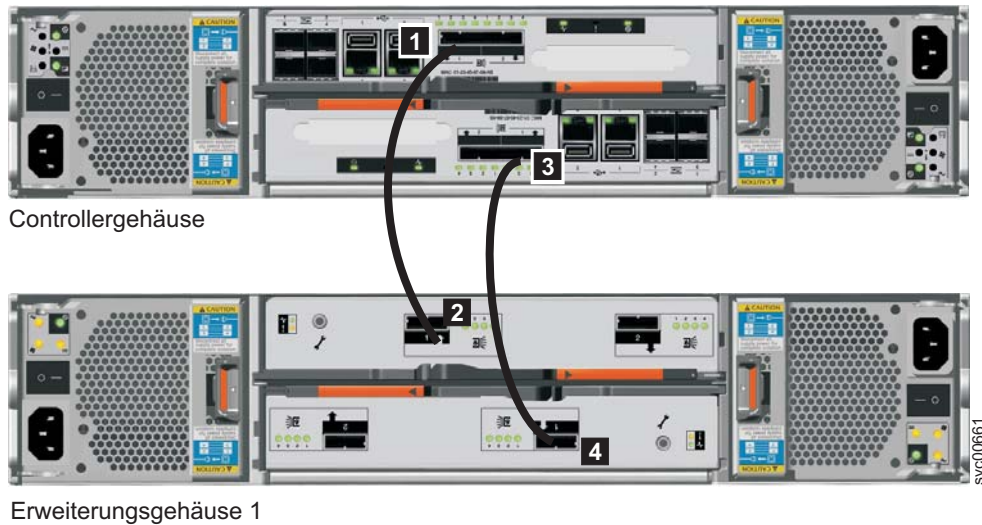

Abbildung 32. Erweiterungsgehäuse an das Controllergehäuse anschließen
2. Verbinden Sie die SAS-Kabel des Controllergehäuses mit dem ersten Erweiterungsgehäuse, wie in Abb. 32 gezeigt. Entfernen Sie die Schutzhüllen, falls erforderlich. Das erste Erweiterungsgehäuse befindet sich unterhalb des Controllergehäuses.